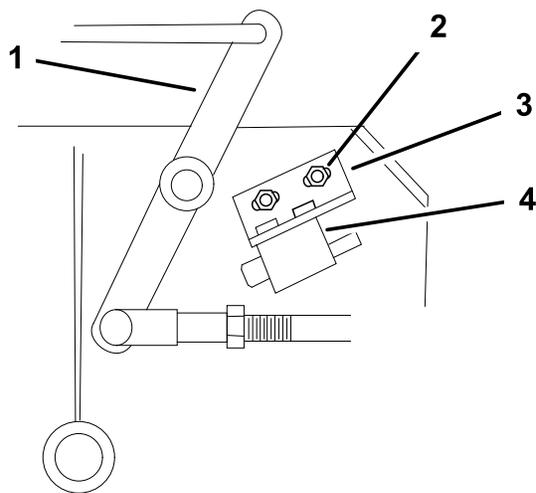

**Figura 48**
5. Asegúrese de que el brazo está en contacto con el tope trasero del brazo de la carcasa (Figura 48).
7. El brazo de accionamiento debe hacer contacto con el tope delantero del brazo de accionamiento de la carcasa. Si no lo hace, la palanca acodada debe acercarse más al refuerzo (Figura 48).
8. Para ajustar el acoplamiento del brazo, retire el pasador de horquilla del brazo (Figura 48).
11. Instale el acoplamiento en el brazo y sujételo con el pasador de horquilla (Figura 48).